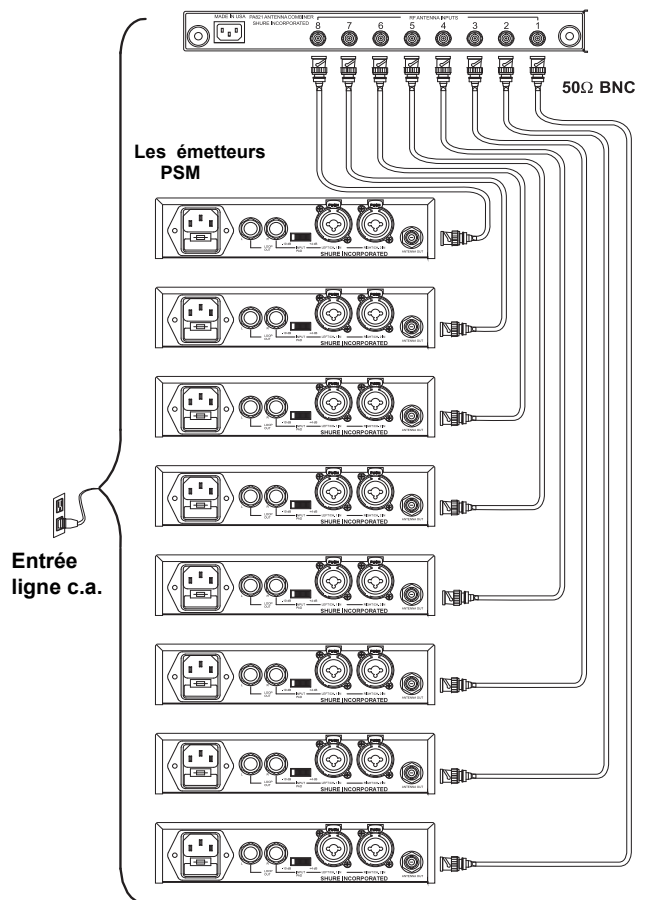

FIGURE 2
1. En se servant des câbles BNC-BNC fournis, raccorder la **SORTIE ANTENNE** de chaque émetteur aux **ENTRÉES ANTENNE** du PA821 (Figure 2).